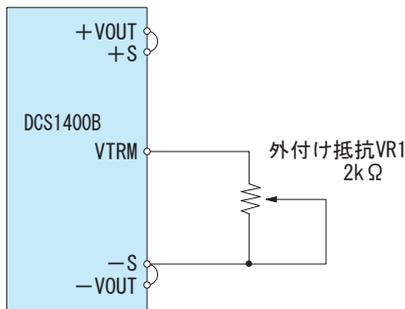

図3.4 外付け部品の接続方法
(1) 外付け抵抗による出力電圧可変
- ポリウム (VR1) を図 3.4 のように接続することで出力電圧を可変できます。